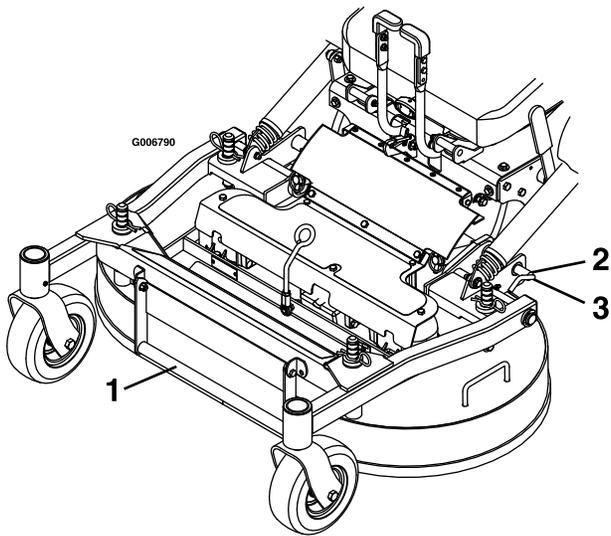

Bild 11
5. Lösen Sie die Arretierbolzen an beiden Seiten des Mähwerks (Bild 11).
4. Drücken Sie die Arretierbolzen des Mähwerks hinein und drehen sie nach vorne, um das Mähwerk in der abgesenkten Stellung zu arretieren (Bild 11).